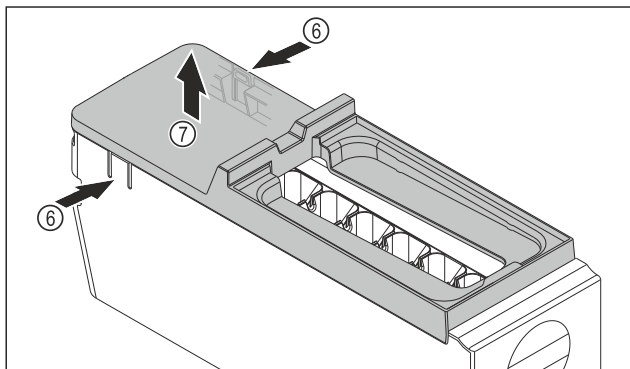

Fig. 132
- ▶ Снимите крышку корпуса EasyTwist-Ice: Надавите рукой на накладку Fig. 132 (6) с обеих сторон корпуса EasyTwist-Ice.
- ▶ Другой рукой снимите крышку Fig. 132 (7) по направлению вверх.